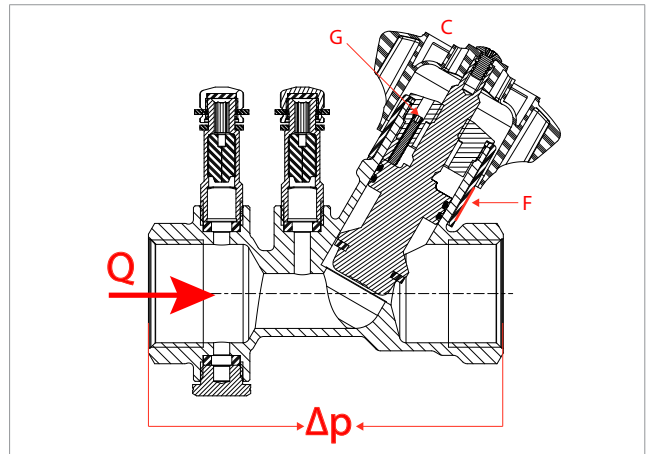

Fig. 2
Zawory R206B są wyposażone w mechanizm mechanicznej pamięci otwarcia (nastawa wstępna). Mechanizm ten działa poprzez ograniczenie skoku pokrętła (poz. C - rys. 2) za pomocą śruby blokującej (poz. G - rys. 2). Nastawa wstępna odbywa się w następujący sposób:
- Dokręcaj zgodnie z ruchem wskazówek zegara, dopóki nie zablokuje się na śrubie nastaw wstępnych (poz. G - rys.2). Użyj klucza imbusowego 1,5 mm dla wersji 1/2", 3/4", 1", 1/ 1/4" lub 2 mm dla wersji 1 1/2", 2".